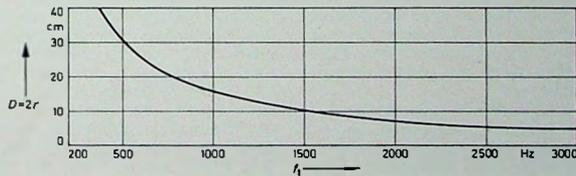

Bild 10. Erste Teilschwingungsresonanz f_1 als Funktion des Durchmessers $D = 2 r$ von Konusmembranen aus geschöpftem Papier
Für Tieftonsysteme kann man allgemein fordern, daß ihre Membranen einen sehr großen Durchmesser haben sollen und daß ihre Schwingspulen große Amplituden zulassen. In der Praxis wird der Durchmesser der Baßlautsprecher durch die geometrischen Maße der Gehäuse begrenzt, und man wird nur selten über $2 r = 20 \dots 30 \text{ cm}$ hinausgehen. Damit liegt auch ihre obere Frequenzgrenze nach Abschnitt 3.1. fest, nämlich $758 \dots 505 \text{ Hz}$ für die 1. Transversalschwingung nach Gl. (6). Aus Bild 10 kann man die 1. Teilschwingungsresonanz in Abhängigkeit vom Konusdurchmesser entnehmen. Durch Dämpfung der Membran läßt sich die Frequenzgrenze in gewissen Grenzen erhöhen.